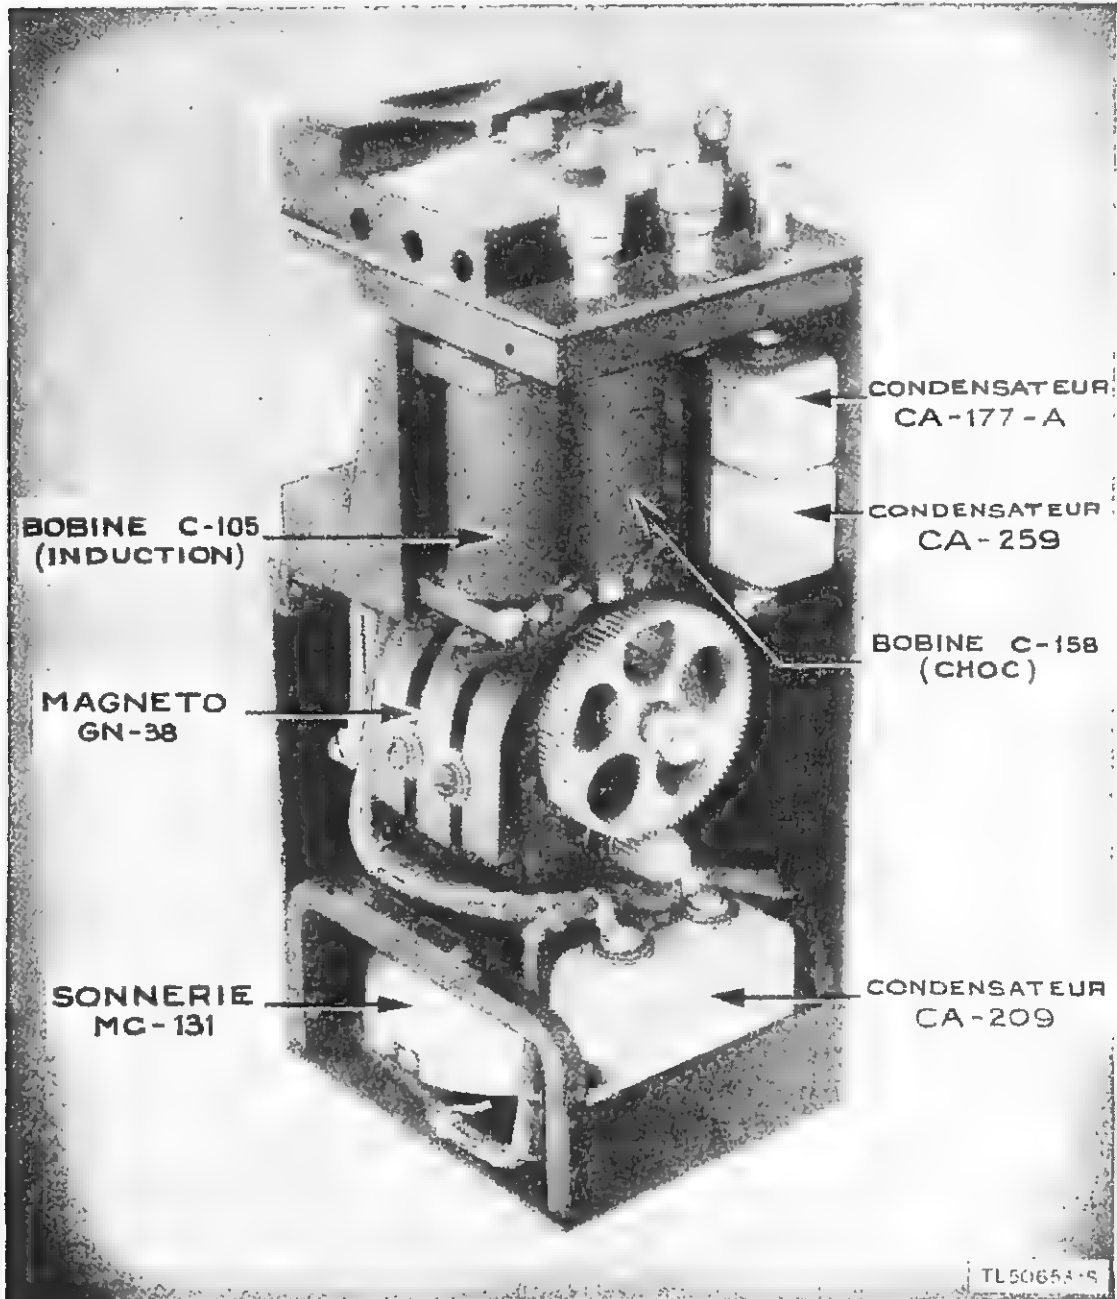
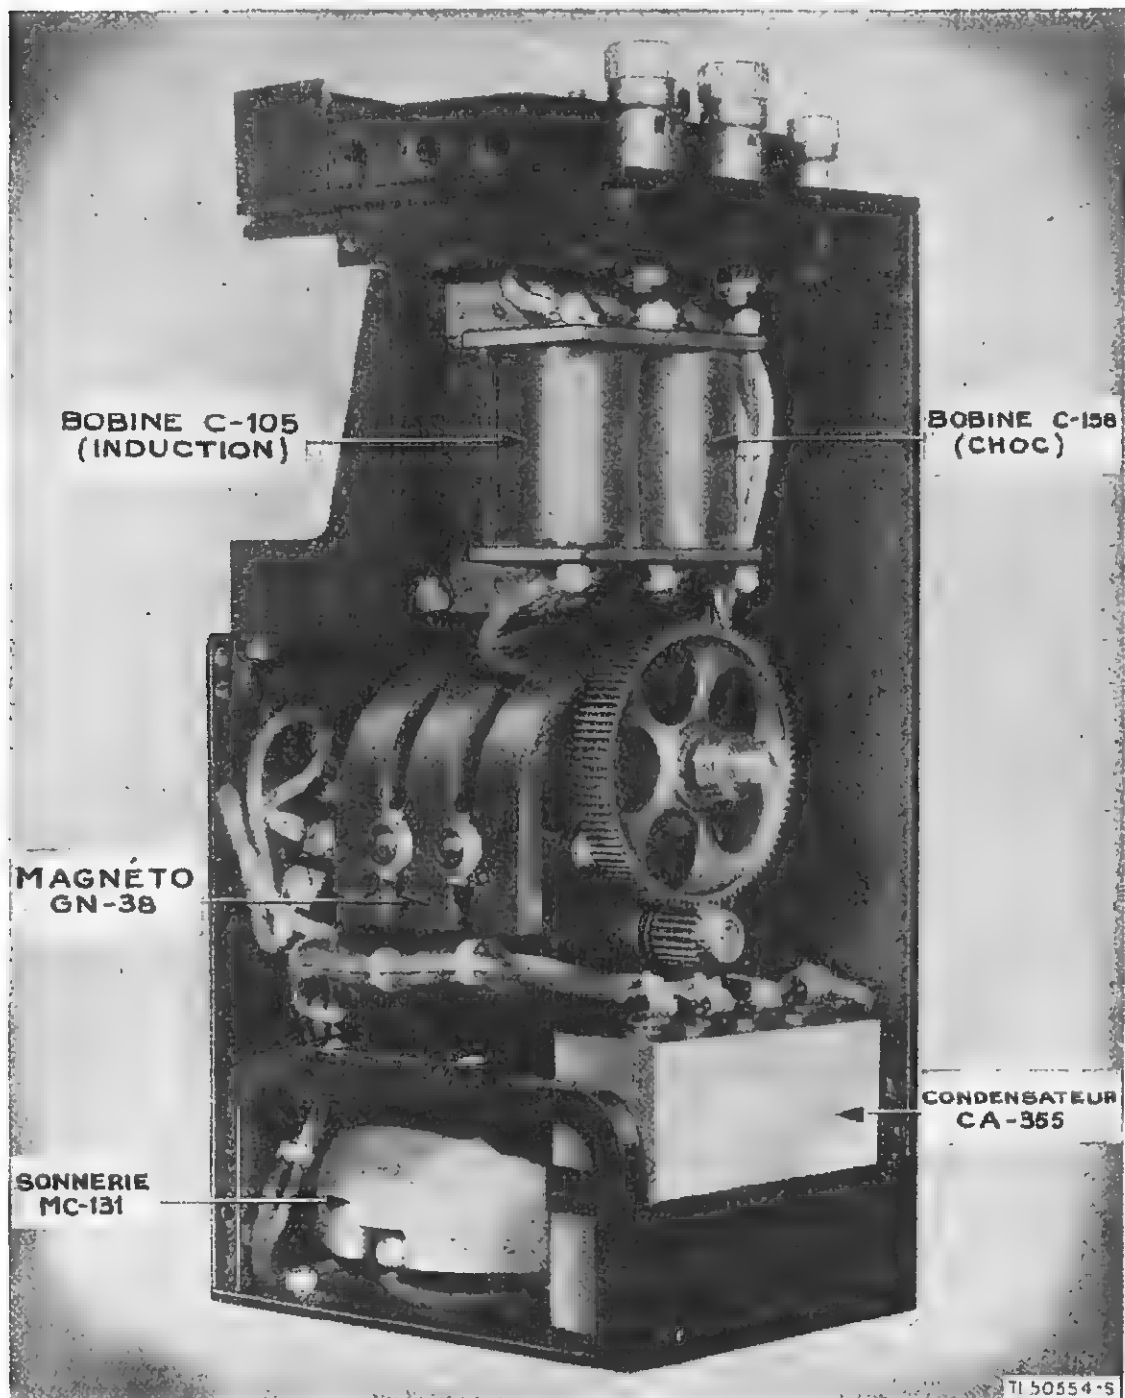

Figure 6. Appareil EE-8, boîtier avec manivelle, parois avant et latérale enlevées.
Figure 7. Appareil EE-8-A, boîtier avec manivelle, parois avant et latérale enlevées.
(2) *Bobines.* La bobine d'induction (C-105) et la bobine de maintien (C-158) sont montées sous le bloc à bornes. (Fig. 6, 7 et 8.)
(3) *Magnéto GN-38(*).* La magnéto GN-38 qui est utilisée dans les téléphones EE-8 et EE-8-A (fig. 6 et 7) ou la magnéto GN-38-A ou GN-38-B qui est utilisée dans le téléphone EE-8-B
(4) *Condensateur.* Le condensateur CA-355 est monté en-dessous et à droite de la magnéto dans les téléphones EE-8-A et EE-8-B. (Voir fig. 7 et 8.) Le téléphone EE-8 utilise les condensateurs CA-209, CA-177-A et CA-259. Le condensateur CA-209 est monté en-dessous et à droite de la magnéto et les condensateurs CA-177-A et CA-259 sont montés derrière la bobine de maintien avec le condensateur CA-177-A au-dessus. (Voir fig. 6.)
(5) *Sonnerie MC-131.* La sonnerie MC-131 est montée sur le plancher du boîtier et à gauche du condensateur. (Voir fig. 6, 7 et 8.)